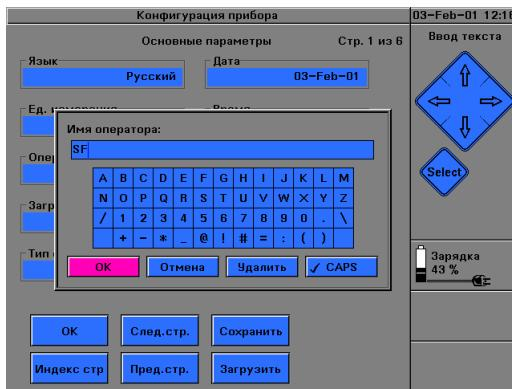

Рис. 47 Клавиатура для ввода текста
- Выберите поле Комментарий 1 и нажмите кнопку SELECT. Будет показана клавиатура для ввода текста (см. Рис. 47). Введите комментарий с помощью этой клавиатуры.